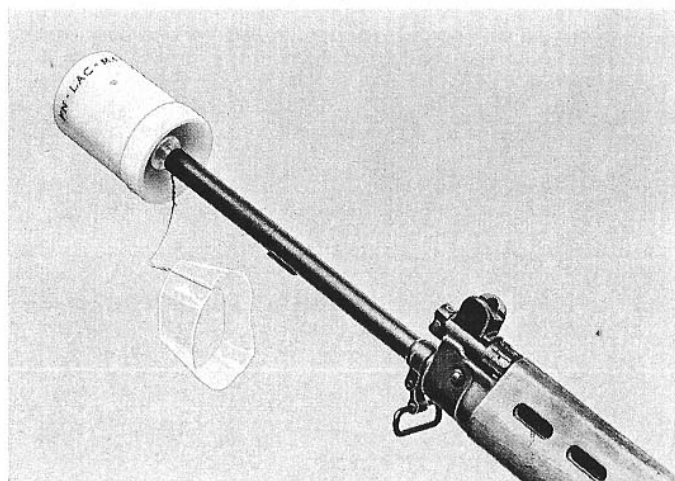

Fig. 3
- Introduire la tige de la grenade directement dans le canon (fig. 3); ne pas enlever le ruban plastique, qui facilite la séparation de la tige et de la grenade sur la trajectoire.